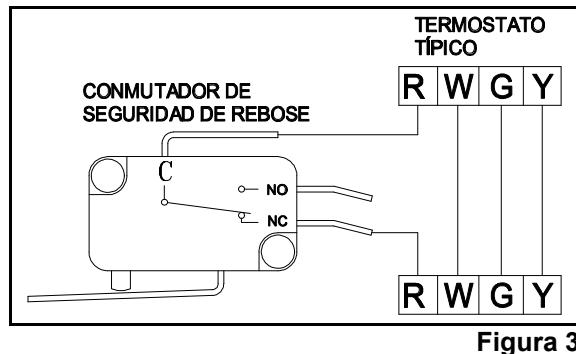

Figura 3
2. Comutador de seguridad: Si usa el modelo 20+ULS o el 20+ULST, el comutador de seguridad de rebose se puede conectar en serie al termostato del aparato para apagar la unidad en caso de que falle la bomba. En el caso en que los requisitos de calefacción o refrigeración sean una necesidad, el comutador de seguridad de rebose puede estar conectado a un circuito de alarma. Consulte la Figura 3 para el cableado. Nota: En la mayoría de los casos, use los contactos generalmente cerrados (NO) cuando los use con un generador o un acondicionador de aire y use los contactos generalmente abiertos (NO) cuando los use para activar una alarma.